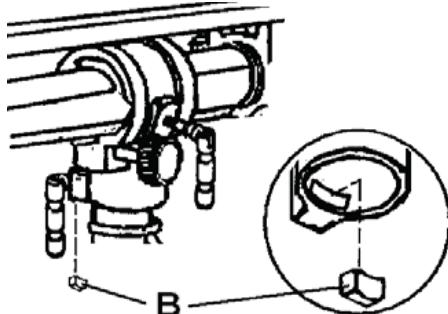

Рис. 1
- Перед насаживанием сверлильной головки смонтируйте нажимную подкладку (B, Рис. 1).